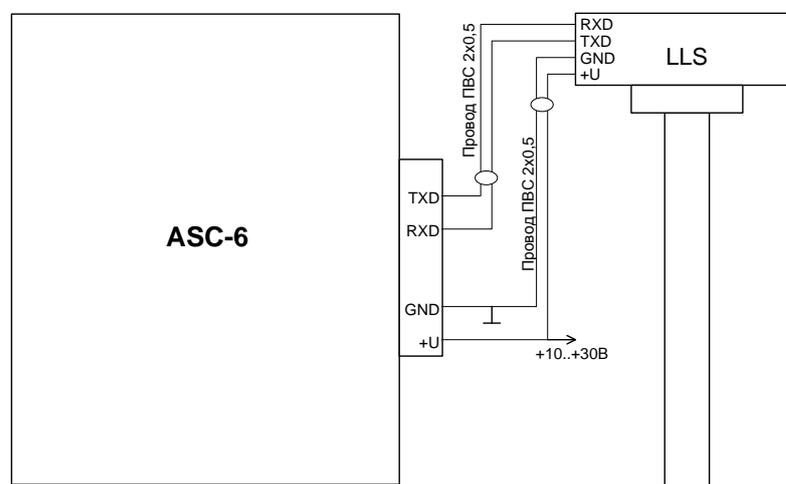

Рис. 4. Схема подключения датчика уровня топлива LLS по интерфейсу RS232.
5.1.3. Подключите датчик уровня топлива LLS по интерфейсу RS232 к контактам 9,10 разъема MF-20F (см. рис. 4). Установите скорость интерфейса RS232 датчика 19200бод.